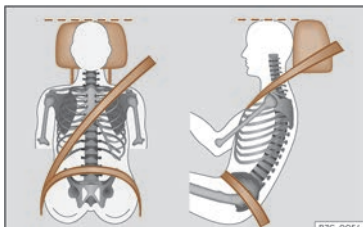

Fig. 17 Sangle bien ajustée et appui-tête correctement réglé.
- Réglez l'appui-tête de manière à ce que son bord supérieur soit, dans la mesure du possible, à la même hauteur que la partie supérieure de votre tête, et au moins à la hauteur de vos yeux¹⁾. Gardez la nuque le plus près possible de l'appui-tête >>> **fig. 17**.
- Réglez le siège dans la longueur de manière à pouvoir actionner à fond les pédales avec les genoux légèrement fléchis et de manière à laisser une distance d'au moins 10 cm (4 pouces) entre les genoux et le tableau de bord >>> **fig. 17**.